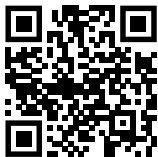

Fig. 133
- ▶ Open het Liebherr SmartMonitoring Dashboard. (zie Fig. 133).